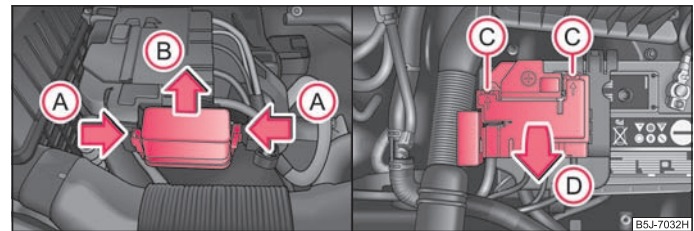

Abb. 159 Batterie: Sicherungsdeckel
- Drücken Sie die Verrastungen der Sicherungsabdeckung gleichzeitig in Pfeilrichtung (A) zusammen ⇒ Abb. 159, schieben Sie die Abdeckung in Pfeilrichtung (B) heraus.